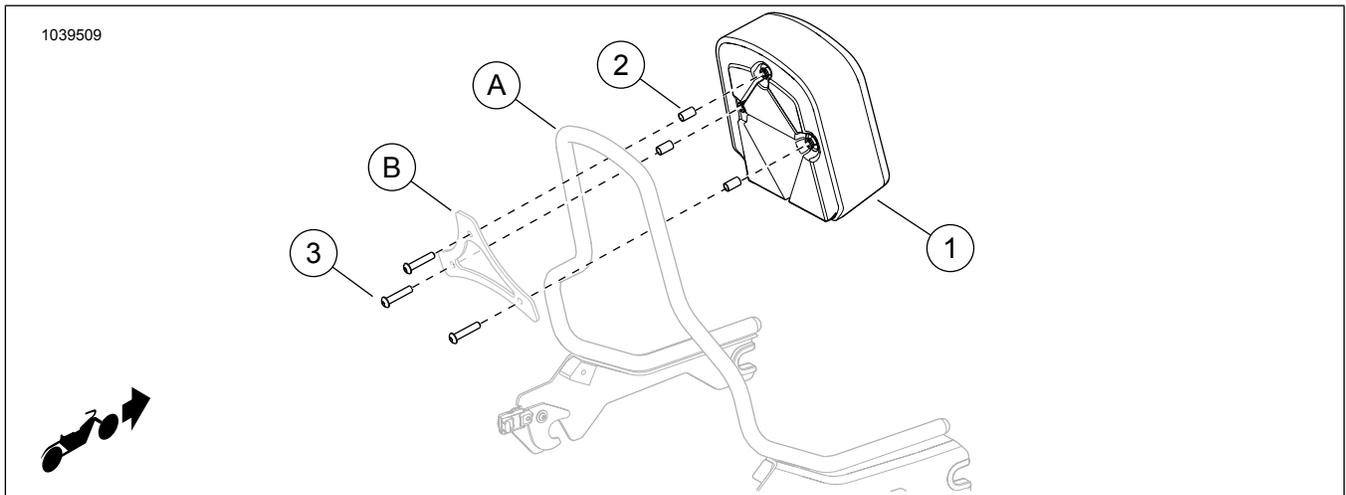

Figure 1. Contenu du kit : Coussin de dossier de taille standard (Softail)
1. Figure 1 Si nécessaire, couper le joint en plastique étanche à la pluie en l'écartant des deux trous prédécoupés du dossier (2) pour éviter que le plastique ne s'accroche dans les filets.
2. Placer le support de montage (B) contre les entretoises (2), de sorte que les trous du support de montage s'alignent avec les entretoises.
3. Insérer une vis (3) du kit dans un trou du support (B) et de l'entretoise (2).